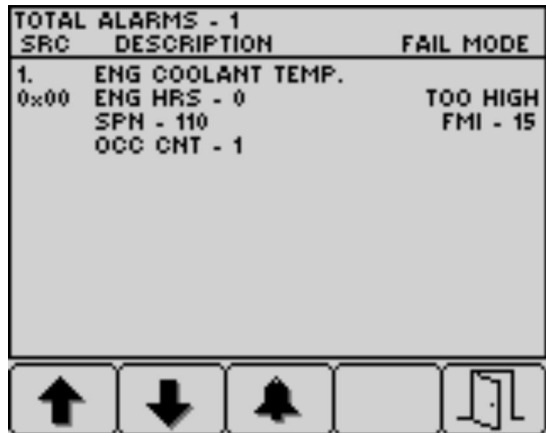

Bild 39
- Betätigen Sie die Taste 5, um die Liste der aktiven Störungen zu verlassen und in den Startbildschirm zu wechseln (Bild 39).
5. Betätigen Sie die Taste 5, um die Liste der aktiven Störungen zu verlassen und in den Startbildschirm zu wechseln, siehe Bild 39 in Hinweismeldungen des Motors (Seite 36).